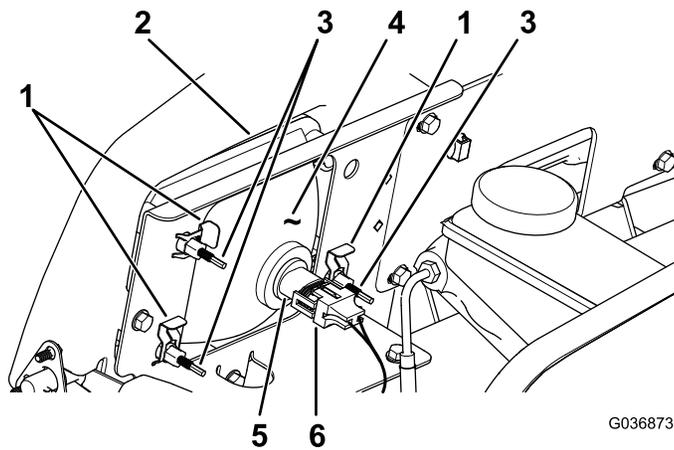

Рисунок 39
3. Отсоедините электрический соединитель жгута проводов от соединителя лампы в сборе (Рисунок 39).
4. Снимите скобы под саморез, которые крепят фару к кронштейну фары (Рисунок 39).
5. Снимите фару в сборе, подавая ее вперед сквозь отверстие в переднем бампере (Рисунок 39).
6. Вставьте новую лампу через отверстие в бампере (Рисунок 39).
8. Подсоедините электрический соединитель жгута к соединителю лампы в сборе (Рисунок 39).